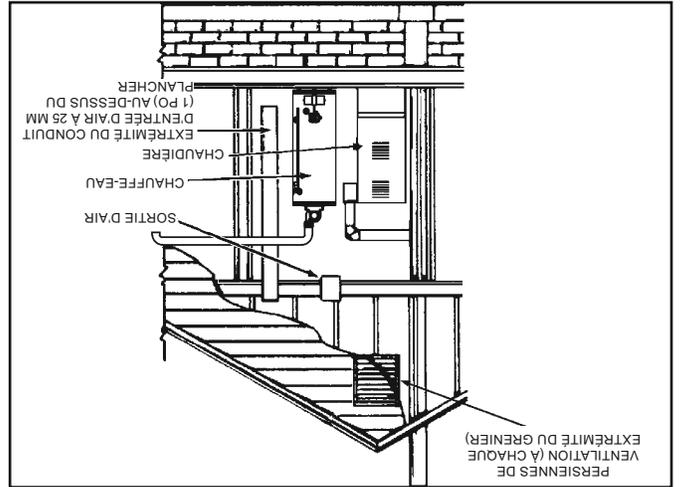

Figure 19.
2. En cas de communication avec l'extérieur au moyen de conduits verticaux, chaque ouverture doit avoir une aire libre minimale de 5,5 cm²/kW (1 po² par 4 000 BTU/h) de la puissance d'entrée totale de tous les appareils installés dans l'espace clos (voir Figure 19).